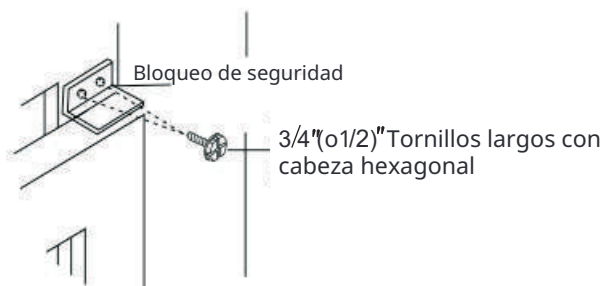

Fig.19
2. Coloque el cierre de seguridad en ángulo recto (Fig. 19).